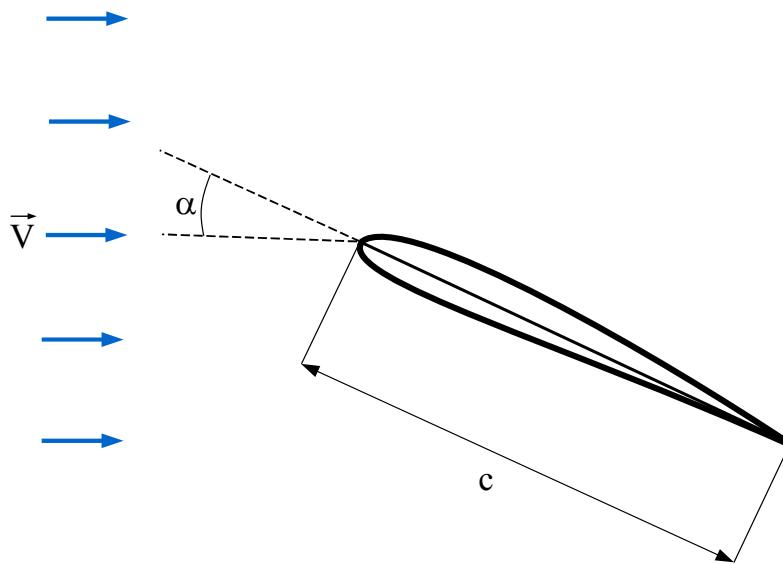

Figura 6.2: Definición de cuerda,  $c$ , y ángulo de ataque,  $\alpha$ .
- La sección de una pala tiene forma de **perfil alar**, cuyo tamaño, e incluso forma, suelen variar con la distancia al eje. La Figura 6.2 muestra un ejemplo de perfil alar. Consideraremos la pala del aerogenerador como una sucesión de perfiles alares.
- La **cuerda** de un perfil alar,  $c$ , es la distancia entre el borde de ataque del perfil y el borde de salida (ver Figura 6.2). La cuerda es frecuentemente la longitud característica que se utiliza cuando se hace análisis dimensional en este tipo de problemas (por ejemplo, es la longitud de referencia para calcular el número de Reynolds).
- El **ángulo de ataque**,  $\alpha$ , es el ángulo formado por la cuerda y la velocidad (relativa) incidente,  $\vec{w}$  (ver Figura 6.2). Note que usamos la veloci-
- La fuerza en la dirección de la velocidad relativa, llamada **fuerza de arrastre** (*drag*, en inglés),  $D$ , en la dirección de la velocidad del aire incidente (Figura 6.2); y
- La fuerza en la dirección perpendicular a la velocidad relativa, llamada **fuerza de sustentación** (*lift*, en inglés),  $L$  (Figura 6.2).